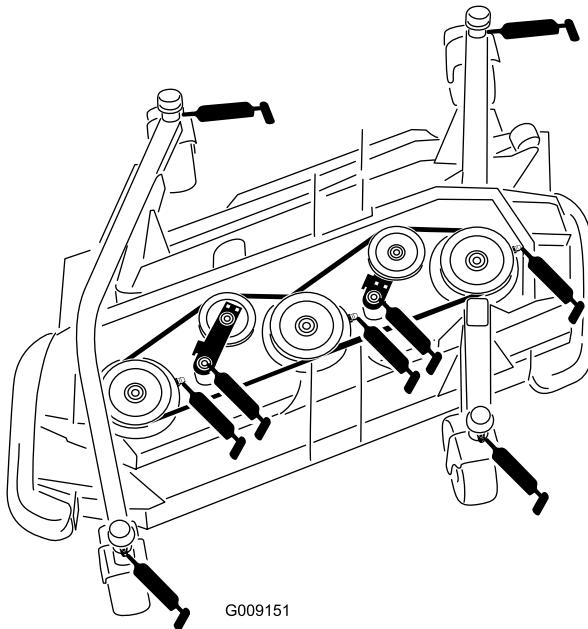

図 56
- ・ キャスタフォークのシャフトのブッシュ (4ヶ所) (図 56)
- ・ スピンドルシャフトのベアリング (各3ヶ所；スピンドルハウジングにある) (図 56)
- ・ アイドラーArmのピボットのブッシュ (2ヶ所；アイドラピボットのシャフトにある) (図 56)